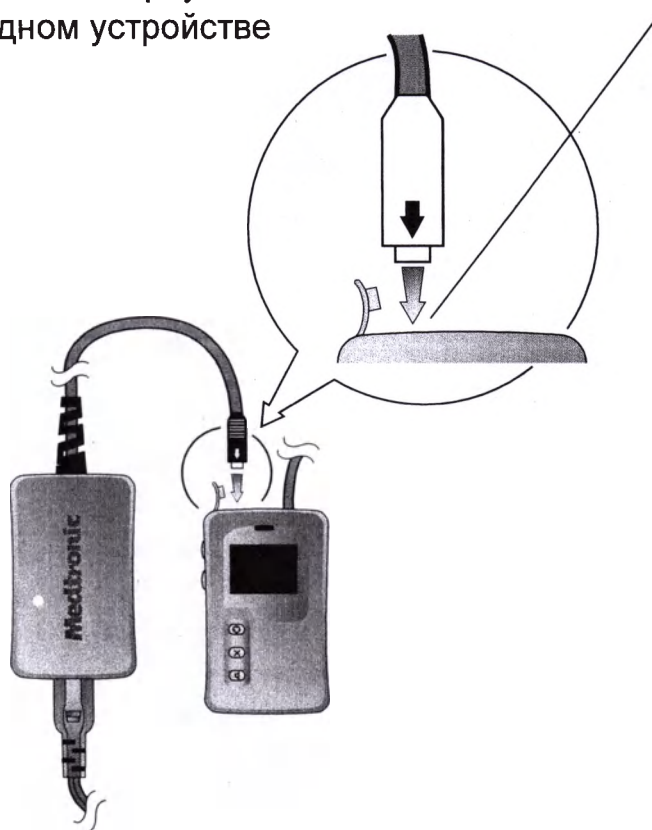

Рис. 4.3 Подсоединение зарядного устройства к источнику переменного тока.
2. Подсоедините зарядное устройство к источнику переменного тока (Рис. 4.3).